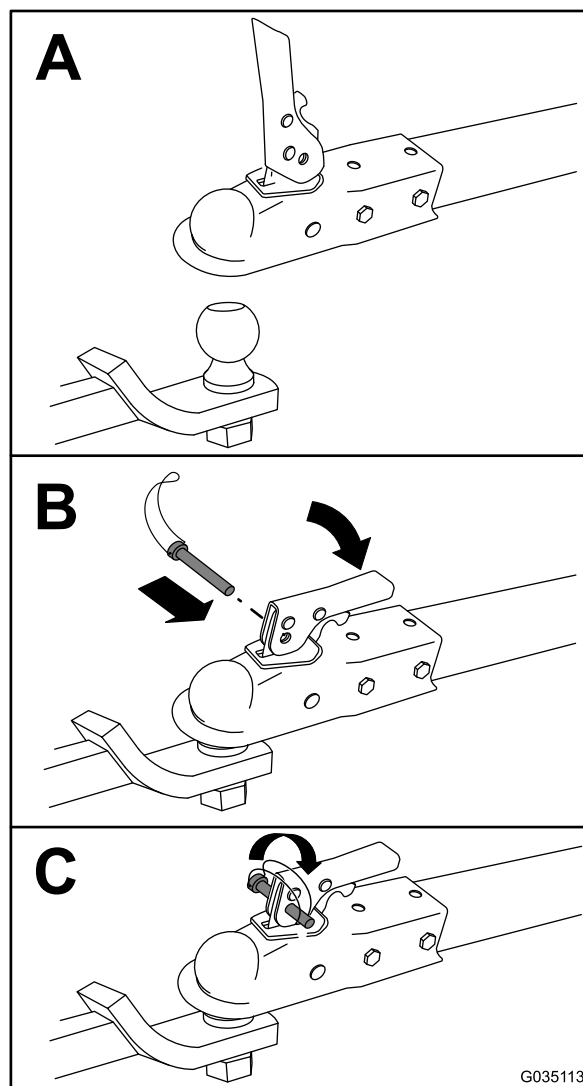

Figure 15
7. Enganche la máquina como se muestra en la Figure 15.